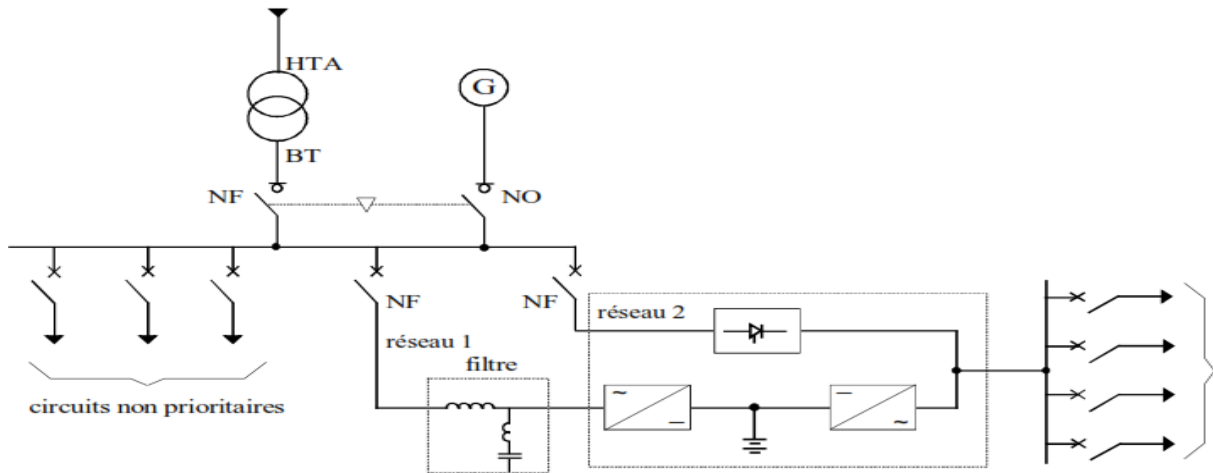

Figure 12 : tableau BT secouru par un onduleur
■ **exemple** : Tableau BT secouru par un onduleur, avec un alternateur pour pallier l'autonomie limitée de la batterie (généralement de l'ordre de 15 mn) (voir fig. 12)